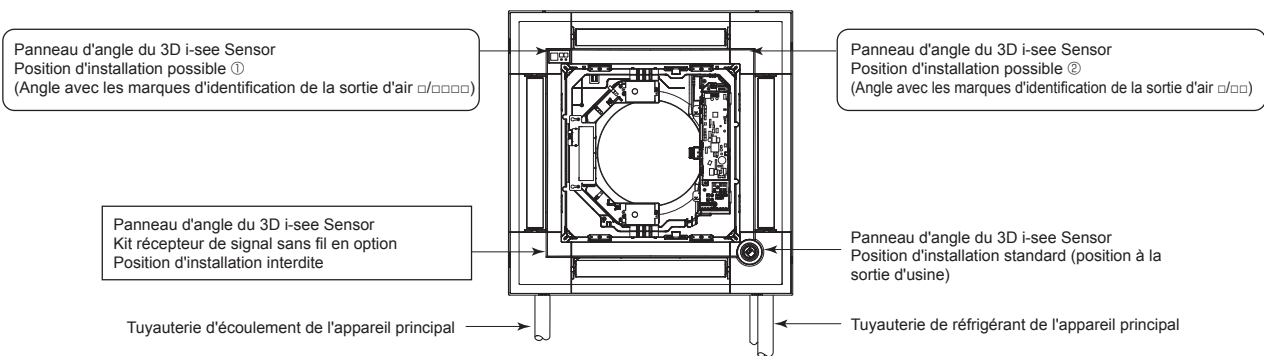

Fig. 6-9
6.5. Installation du panneau d'angle du 3D i-see Sensor (Fig. 6-9)